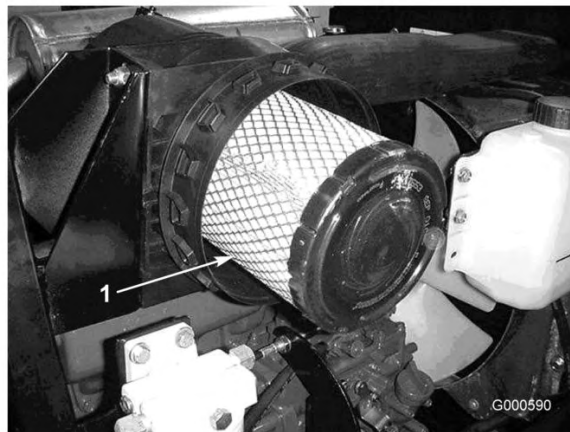

Figura 33
3. Retire y cambie el filtro primario (Figura 33).